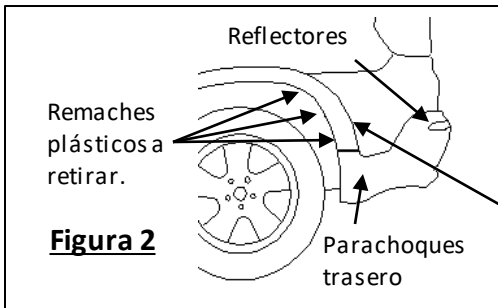
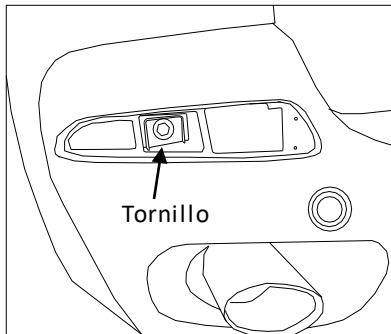
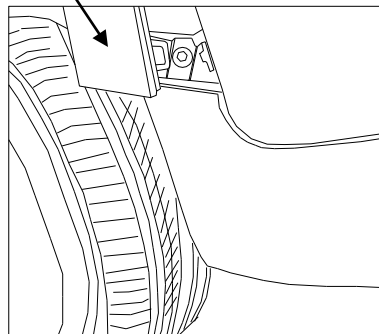

Figura 2
Figura 4
Figura 3
- a) Retirar 2 o 3 remaches plásticos (cada lado) de la moldura plástica del receptáculo de la rueda (ver la **Figura 2**). Los remaches no se pueden volver a usar. Se incluyen los repuestos. Para retirar el remache, insertar el perforador central pequeño o una broca en el centro para empujar el pasador hacia el otro lado.
- b) Suavemente halar hacia atrás la moldura del receptáculo de la rueda y retirar los tornillos de la fascia (**Figura 3**). Uno o dos dependiendo del modelo, en cada lado.
- c) Retirar 6 tornillos de la parte inferior de la fascia, (3) en cada lado.
- d) Retirar los reflectores, (el reflector se puede retirar al liberar el gancho que lo sostiene en su lugar, el acceso es por debajo del parachoques) (**Figura 2**). Retirar los tornillos detrás de los reflectores (**Figura 4**).